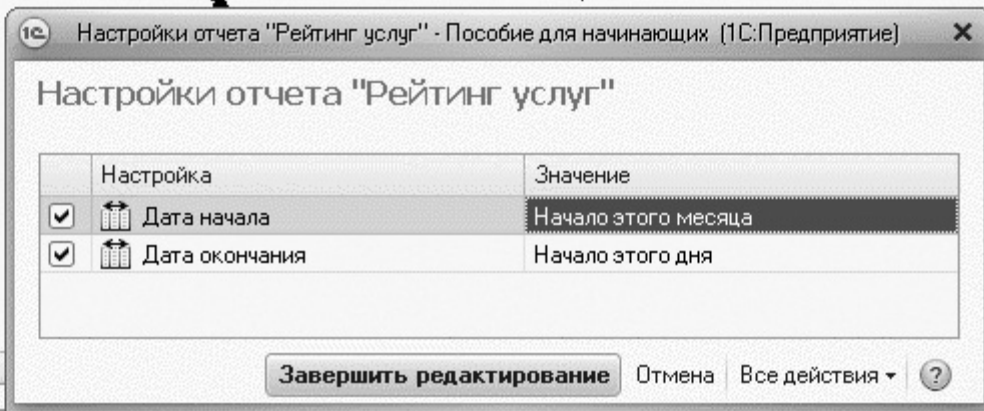

Рис. 13.38. Быстрые (1) и обычные (2) пользовательские настройки
Поясним, что флажок *Включать в пользовательские настройки* означает, что эта настройка будет доступна пользователю в отдельном окне (2) при нажатии кнопки *Настройка* (то есть такая настройка, которой он может пользоваться, но не очень часто, рис. 13.38).